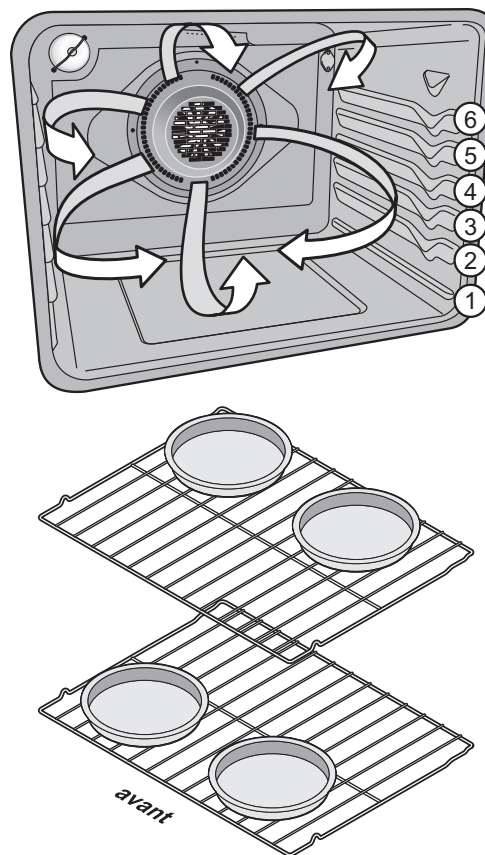

Figure 18 : Positions de rack et placement de panoramique
- Lorsque vous faites cuire des gâteaux à l'aide de deux grilles, placez les ustensiles de cuisson aux positions 3 et 5 et placez les ustensiles de cuisson comme indiqué sur la Figure 18.